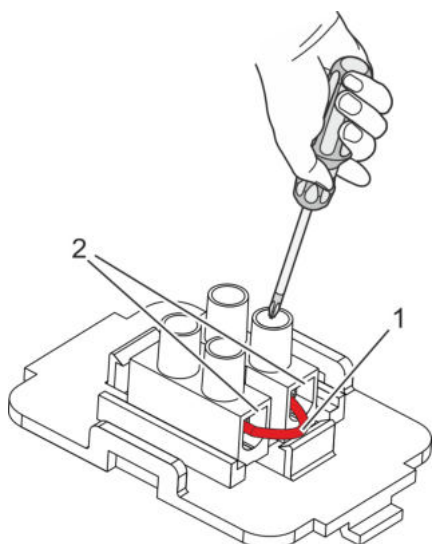

Abb. 16: Kabelbrücke entfernen
3. ➤ Lösen Sie die Schrauben und entfernen Sie die Kabelbrücke (Abb. 16).
4. ➤ Stecken Sie die Kabel des Fensterkippschalters anstelle der Kabelbrücke in die Litzenlöcher (Abb. 16) und ziehen Sie die Schrauben wieder fest.